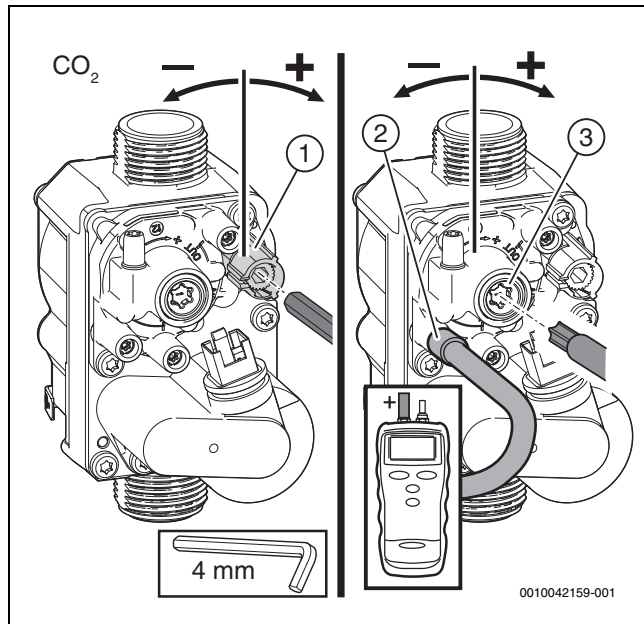

Bild 4 Einstellen der Gasarmatur
- ▶ Plombe an der Einstellschraube der Gasarmatur entfernen (nur Gasarmatur unten in Bild 4) und CO₂- oder O₂-Gehalt für minimale Nennwärmeleistung einstellen.